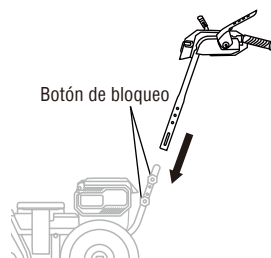

Fig. 2B
2. Levante el conjunto del asa superior, alinee los orificios de los rieles laterales con los orificios del asa inferior, luego asegure el conjunto del asa con los pernos y las perillas de bloqueo. (Fig.2B)